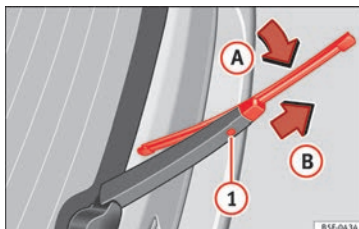

Fig. 83 Sostituzione della spazzola del lunotto posteriore.
- Ruotare leggermente la spazzola » **fig. 83** (freccia **A**).